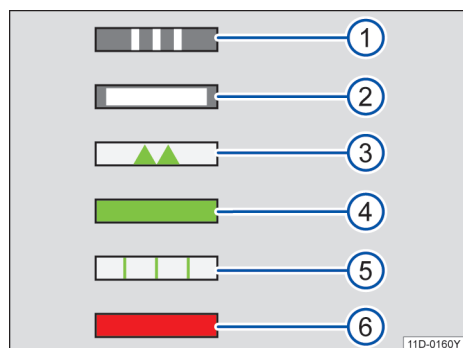

图 138 充电状态指示灯
→ 图 138①闪烁：车辆建立与充电基础设施的通信，充电处于初始化阶段。
→ 图 138②灯持续亮起：照明功能，具体说明如下。
→ 图 138③间歇性亮起：高压电池正在充电。
→ 图 138④灯持续亮起：成功完成充电过程。
→ 图 138⑤闪烁：激活定时充电且未开始充电过程。
→ 图 138⑥灯持续亮起：充电系统有故障。